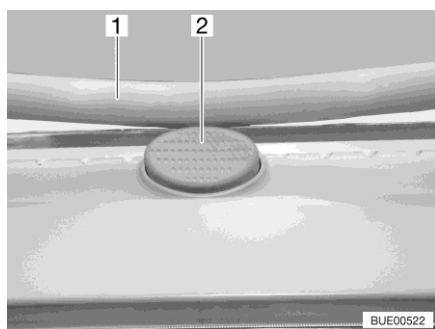

Fig. 80 Bottone di sicurezza (oblò Heki)
- Premere il bottone di sicurezza (Fig. 80,2) e tirare verso il basso la staffa (Fig. 80,1) con entrambe le mani.
- Premere la staffa verso l'alto con ambedue le mani, finché la staffa non poggia al di sopra del bottone di sicurezza (Fig. 80,2).